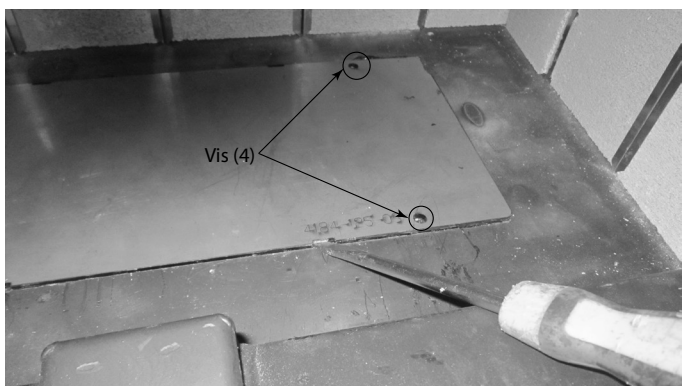

Figure 4.10 Ouvrez la porte d'accès avec un levier
2. Retirez les quatre (4) vis hexagonales de 4 mm (5/32 po.) et ouvrez la porte d'accès avec un tournevis à lame plate. Voir la figure 4.10 et retirez-le.